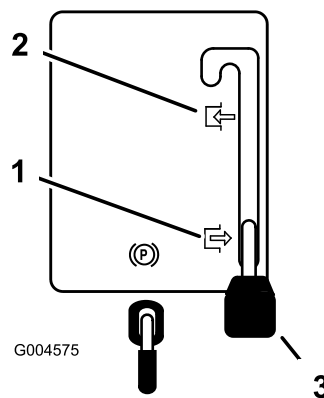

Figura 10
2. Spostate la leva del comando della lama (PDF) nella posizione di inserimento (Figura 10).
2. Spostate la leva del comando della lama (PDF) nella posizione di disinserimento (Figura 10).
4. Spostate la leva del comando della lama (PDF) nella posizione di disinserimento (Figura 10).